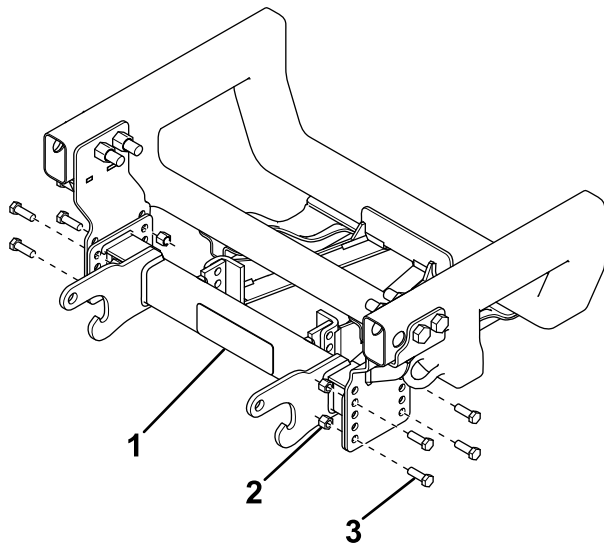

Figura 3
7. Sujete la viga de empuje a los soportes laterales con 8 pernos (1/2") y 8 tuercas (Figura 3).